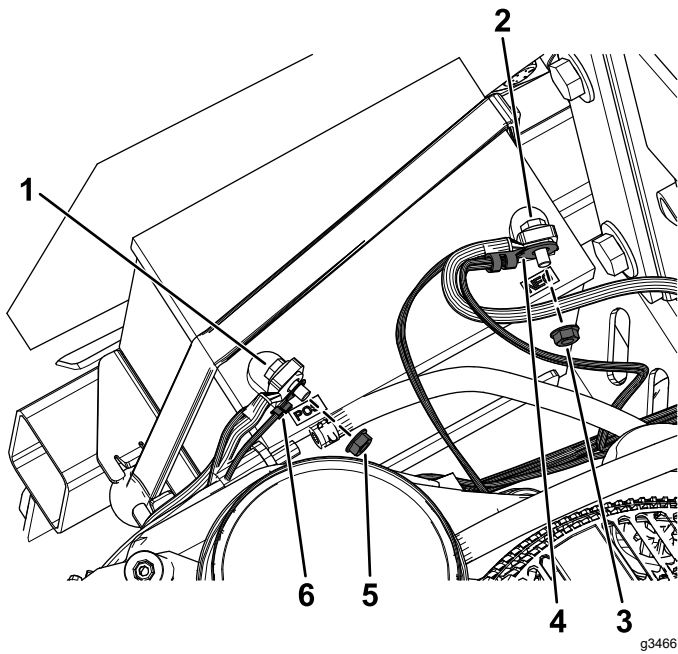

Bild 18
5. Entfernen Sie die Mutter vom Pluspol der Batterie und installieren Sie die Plus-Ringklemme des Kabelbaums auf der Schraube (Bild 18).
6. Befestigen Sie die Plus-Ringklemme mit der zuvor entfernten Mutter (Bild 18).
8. Entfernen Sie die Mutter vom Minuspol der Batterie und installieren Sie die Minus-Ringklemme des Kabelbaums auf der Schraube (Bild 18).
9. Befestigen Sie die Minus-Ringklemme mit der zuvor entfernten Mutter (Bild 18).